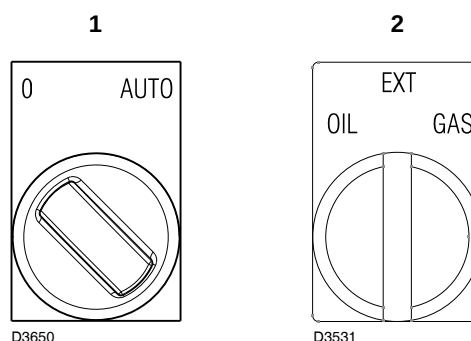

Fig. 32
Fermer les télécommandes et mettre l'interrupteur 1)(Fig. 32) sur la position "AUTO".
- 2 avec le sélecteur 2) (Fig. 32) ;
En mettant le sélecteur 2) (Fig. 32) sur la position EXT, la fonction de sélection du combustible à distance est activée.